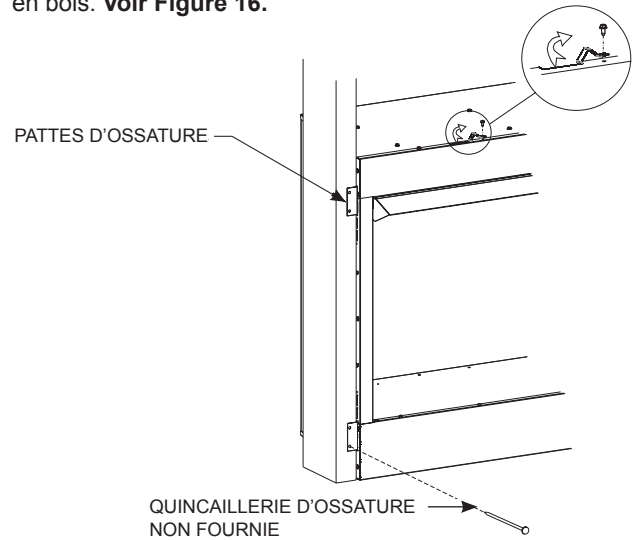
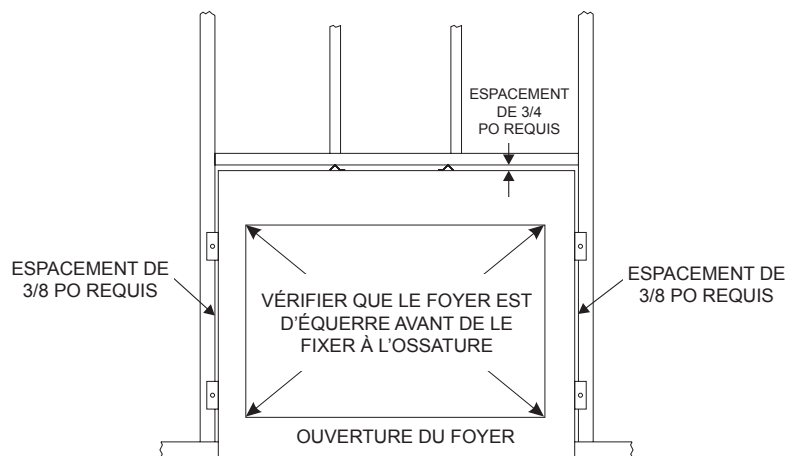

Figure 15
Figure 16
Redresser les entretoises supérieures vers le haut et les replier comme sur l'illustration. Attacher le côté libre à la face supérieure avec deux vis à tête hexagonale du sachet de visserie. Placer le foyer dans l'ouverture de l'ossature. Utiliser les pattes sur le côté du foyer pour attacher le foyer à l'ossature. Différents emplacements de pattes peuvent être utilisés pour les matériaux de paroi de 1/2 po ou 5/8 po d'épaisseur. Voir Figure 15. Les pattes d'ossature doivent appuyer directement contre le matériau d'ossature. Utiliser au moins un (1) clou par attache pour la fixer en place. Vérifier que le foyer est d'équerre avant de l'attacher à l'ossature en bois. Voir Figure 16.